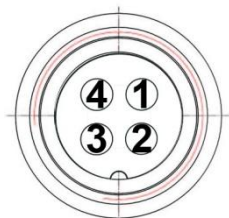

Рисунок 2.3
1. Подключить кабель питания электропривода проекционного экрана к вилке, согласно маркировке (рис. 2.3);